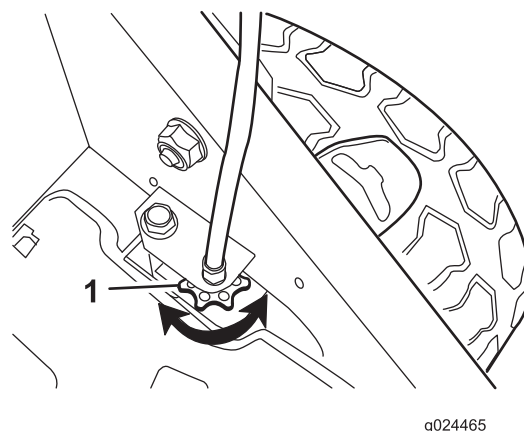

Figure 22
- Si les roues ne tournent pas quand vous engagez la barre de commande d'autopropulsion, la courroie de déplacement n'est pas assez tendue. Tournez une fois la molette de commande des roues (Figure 22) dans le sens horaire et répétez les opérations 3 à 5.
molette de commande des roues (Figure 22) dans le sens antihoraire et répétez les opérations 3 à 5.